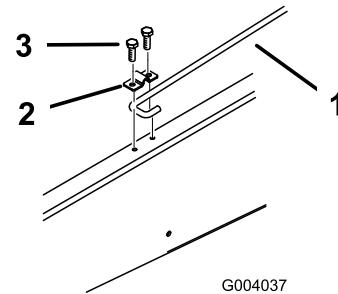

Bild 13
- Lösen Sie die Schraube, mit der der Ständerclip am Rahmen befestigt ist, bis Sie das J-förmige Hakenende des Ständers unter den Clip schieben können (Bild 13).
- Ziehen Sie die Schraube fest und befestigen Sie die andere Seite des Clips mit einer neuen Schraube (5/16 x 3/4 Zoll) (Bild 13)